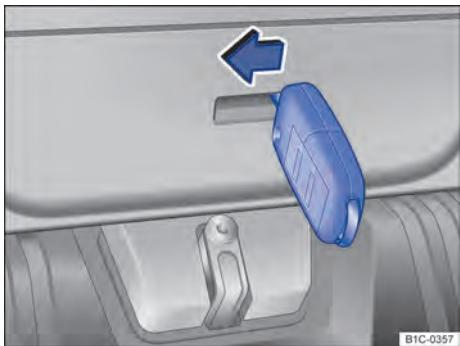

Fig. 154 No compartimento de bagagem: destrarar a tampa traseira.
- Inserir a haste da chave na abertura da tampa traseira ⇒ Fig. 154 e pressionar a alavanca de destravamento no sentido da seta, para destrarar a tampa traseira.